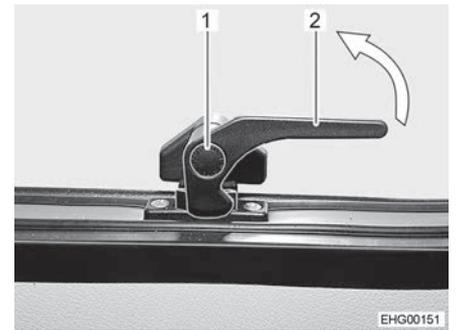

Fig. 30 Leva di serraggio, inferiore (posizione "Chiuso")
- Premere il bottone di sicurezza (Fig. 30,1) sulla leva di serraggio inferiore (Fig. 30,2) e mantenerlo premuto.
- Ruotare la leva di serraggio inferiore (Fig. 30,2) di un quarto di giro verso il centro della finestra.